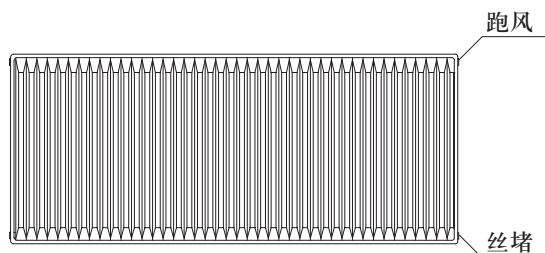

图 2.1-1
- 标准型：进水和回水在散热器侧面，为侧进侧出型（图 2.1-1）。